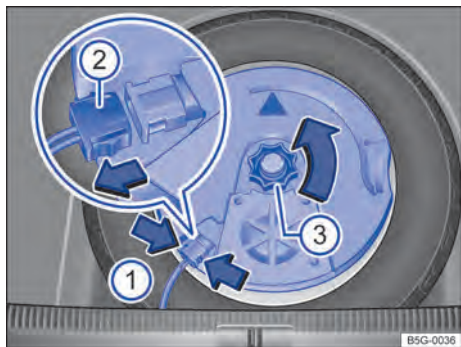

Fig. 249 No compartimento de bagagem:
- Para destravar o conector → Fig. 249 ②, comprimir as linguetas → Fig. 249 (setas ①).
- Puxar o conector ② e colocar de lado o condutor elétrico removido.
- Remover o manípulo ③ no sentido da seta.
- Inserir o conector → Fig. 249 ② até que ele se trave de maneira audível.
- Girar o manípulo ③ no pino rosqueável no sentido contrário da seta até que o subwoofer fique preso com segurança.